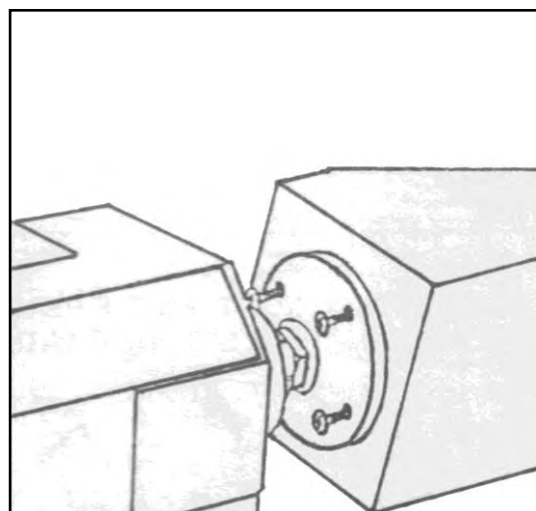

Figura 25 - Configurazione con piattello.
3. Montare il pezzo da lavorare sul piattello porta-pezzo utilizzando 4 viti da legno in ottone con testa piatta (Figura 25).